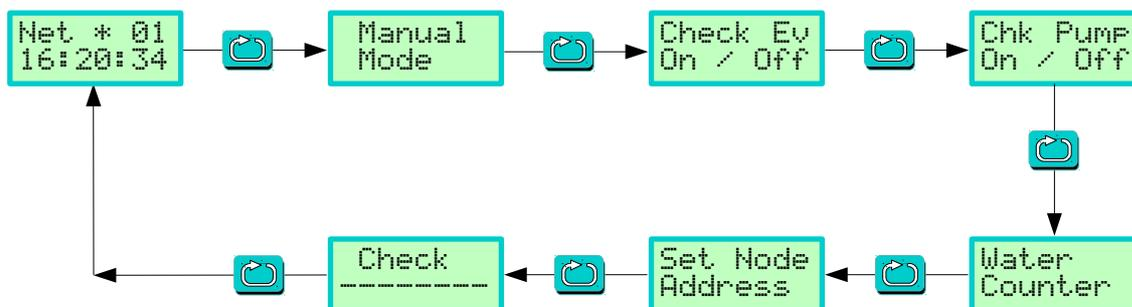

Fig. 3: Funzioni centralina IDRIMAT
1. Premere ripetutamente il tasto  per scorrere sul display le varie funzioni come nella sequenza indicata in Fig. 3.